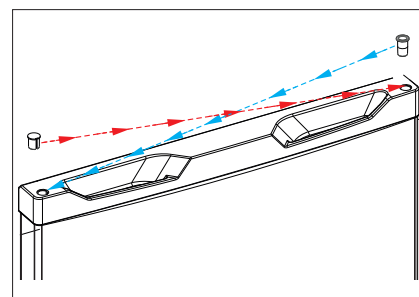

Fig. 9
- Coloque el tapón ciego en el orificio del lado derecho (fig. 9).